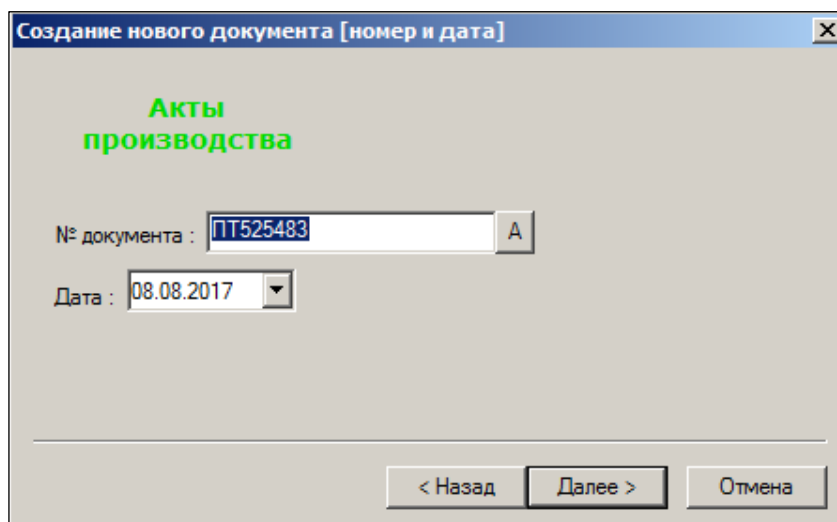

Рисунок 59 – Создание акта производства (2)
3. Номер документа и дата создания (Рисунок 59) задаются автоматически: номер формируется по правилам, определенным в Системе, в качестве даты задается текущая дата. При необходимости можно изменить номер документа и дату создания. Нажать кнопку **Далее**.